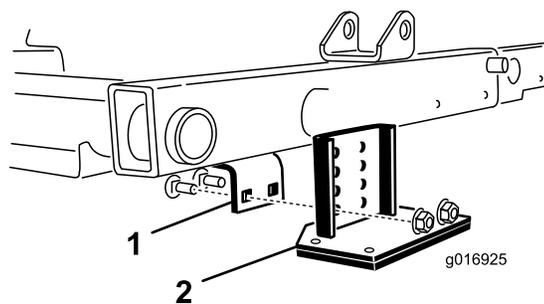

Figura 30
- 2. Localice el soporte del bastidor encima de la unidad de corte central (Figura 30).
- 3. Presione hacia abajo sobre el rodillo delantero de la unidad de corte central, y determine qué taladros del soporte basculante quedan alineados con los taladros del soporte del bastidor para obtener el mismo contacto del rodillo al instalarse el soporte basculante (Figura 30).
- 4. Baje las unidades de corte y monte el soporte basculante en el bastidor con los 2 pernos de cuello cuadrado y las 2 tuercas suministrados con el kit (Figura 30).